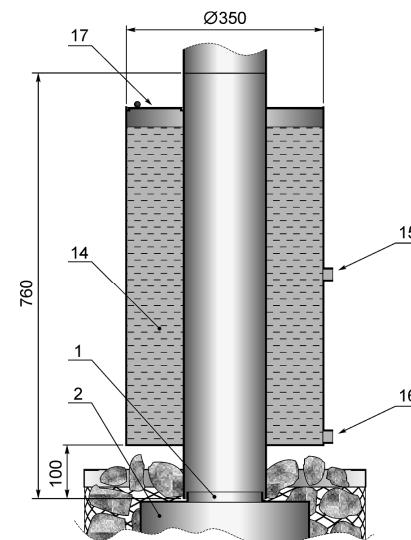

Рис. 6.
Для приготовления горячей воды к печи (2) (см. рис. 6), над дымоходом (1) можно вмонтировать отдельно приобретаемый бачок подогрева воды (14).